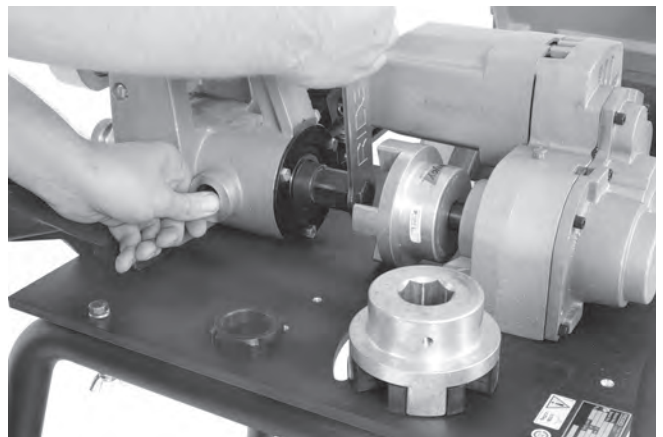

Abbildung 27 – Ausbau des Zugbolzens
6. Lösen Sie den Zugbolzen mit dem  $15/16$ -Zoll-Einsatz im Steckschlüssel (Abbildung 27).